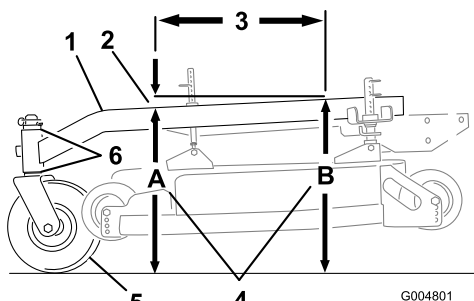

Figure 57
L'inclinaison avant/arrière du bâti porteur doit être comprise entre 3 mm et 9 mm sur 61 cm de sa longueur (Figure 57).
- Mesurez 61 cm sur le bâti porteur (Figure 57).
- Mesurez la hauteur du bâti porteur au point **A** (Figure 57).
- Mesurez la hauteur du bâti porteur au point **B** (Figure 57).
- La hauteur au point **A** doit être inférieure de 3 à 10 mm par rapport au point **B** (Figure 57).
voulue de 3 à 10 mm (Figure 57). Déplacez les entretoises en haut ou en bas pour corriger l'inclinaison.